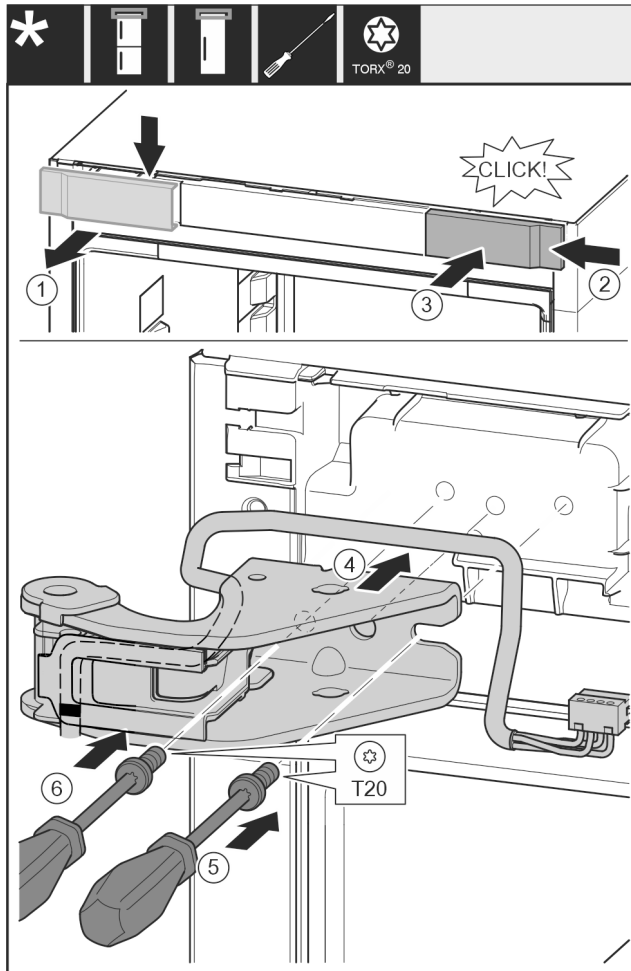

Fig. 32
- ▶ Ta av dekselet ovenfra og fremover. Fig. 32 (1)
- ▶ Monter dekselet fra høyre, dreid 180°, på den andre siden. Fig. 32 (2)
- ▶ La dekselet klikke på plass. Fig. 32 (3)
- ▶ Sett på den øvre lagerbukken. Fig. 32 (4)
- ▶ Sett skruen på og skru den fast med skrutrekker T20. Fig. 32 (5)
- ▶ Sett skruen på og skru den fast med skrutrekker T20. Fig. 32 (6)